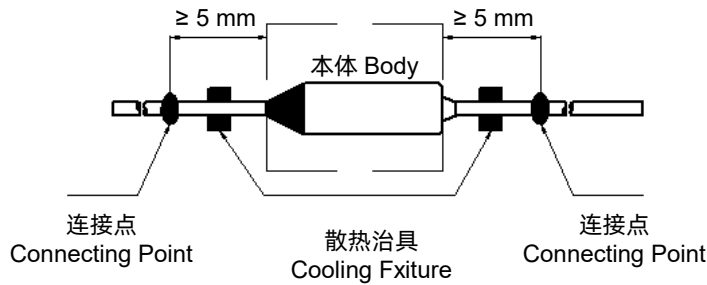

图2 FIGURE 2
- 引线上的连接点距离温度保险丝本体应  $\geq 5\text{ mm}$  (参考图2)。
The connection point of the lead shall be no less than 5 mm away from the OTCO body (see Fig.2).
- 在钎焊过程中，焊点与温度保险丝之间应使用散热装置 (参考图2)。
In the process of soldering, cooling fixture should be used between soldering point and OTCO body (see Fig.2).
3. 在点焊过程中，焊点与温度保险丝之间应使用散热装置（参考图2）。
In the process of welding, cooling fixture should be used between welding point and OTCO body (See Fig.2).